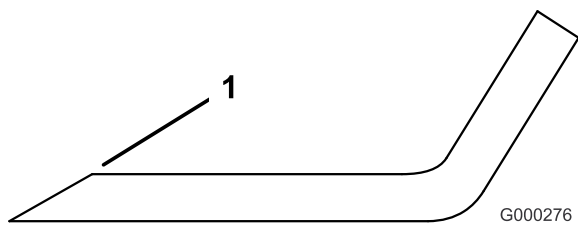

Figura 82
1. Utilice una lima para afilar el filo de corte en ambos extremos de la cuchilla (Figura 82). Mantenga el ángulo original. La cuchilla permanece equilibrada si se retira la misma cantidad de material de ambos bordes de corte.